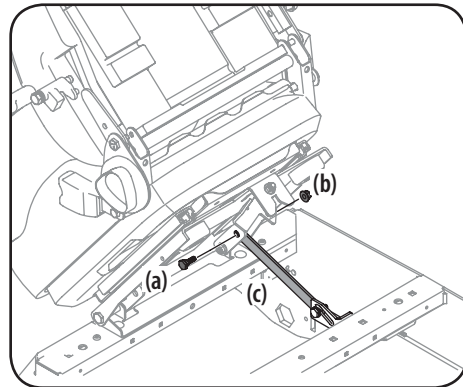

Figure 2-7
3. Retirez le boulon à épaulement (a) et l'écrou autobloquant à bride (b) du sac contenant le manuel, puis installez le support de verrouillage du siège (c). Voir Figure 2-7.